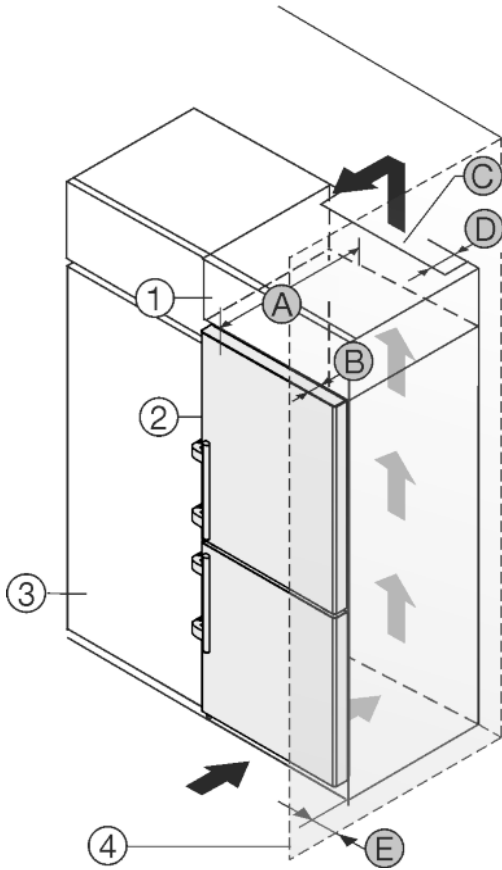

Fig. 50
Das Gerät kann mit Küchenschränken umbaut werden. Um das Gerät Fig. 50 (2) der Küchenzeilenhöhe anzugleichen, kann über dem Gerät ein Aufsatzschrank Fig. 50 (1) angebracht werden.
Das Gerät kann direkt neben dem Küchenschrank Fig. 50 (3) aufgestellt werden. Um die Türe vollständig öffnen zu können, muss das Gerät um die Tiefe Fig. 50 (B) gegenüber der Küchenschrankfront vorstehen. Abhängig von der Tiefe der Küchenschränke und Verwendung von Wandabstandshaltern kann das Gerät weiter herausragen.
- An der Rückseite des Aufsatzschrankes muss ein Abluftschacht mit der Tiefe Fig. 50 (D) über die gesamte Aufsatzschrankbreite vorhanden sein.
- Unter der Raumdecke muss der Entlüftungsquerschnitt Fig. 50 (C) eingehalten werden.
Wenn das Gerät mit den Scharnieren neben einer Wand Fig. 50 (4) aufgestellt wird, muss der Abstand Fig. 50 (E) zwischen Gerät und Wand eingehalten werden. Dies entspricht dem Griffüberstand bei geöffneter Tür.